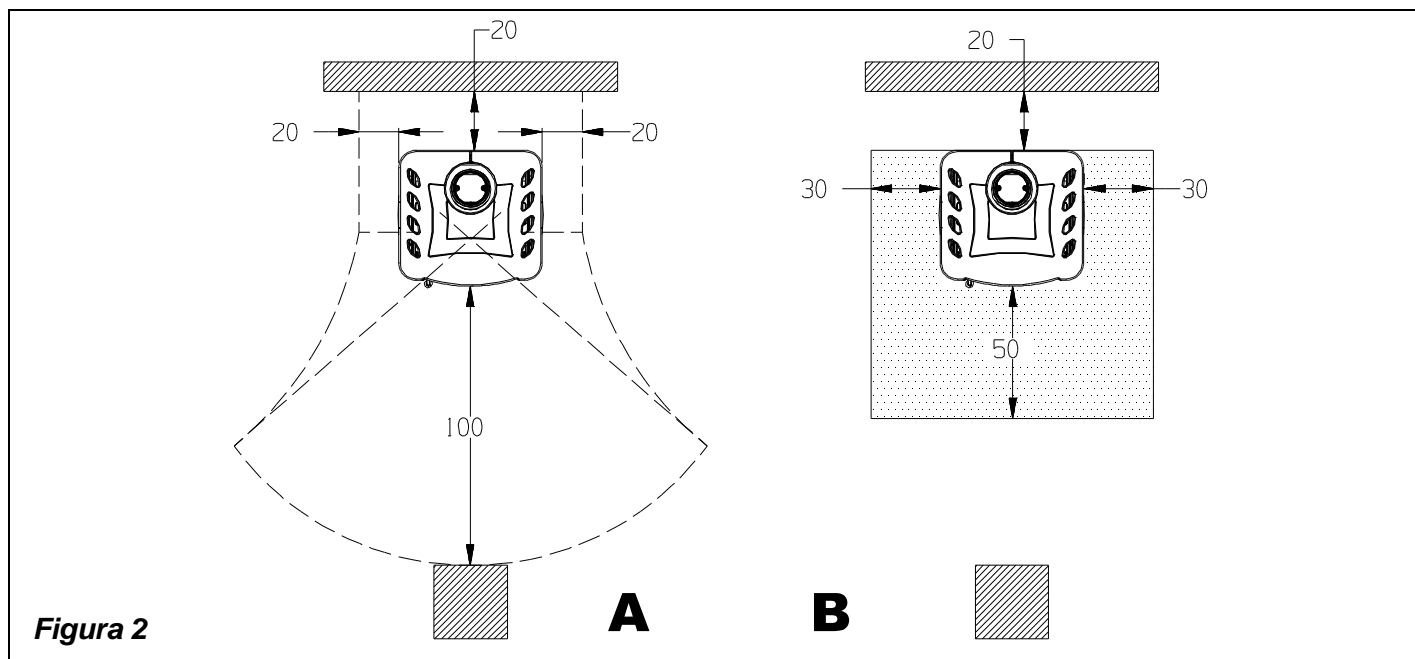

Figura 2
- a) la distanza minima da elementi costruttivi ed oggetti infiammabili e sensibili al calore (mobili, rivestimenti di legno, stoffe ecc.) deve essere di **20 cm** dal retro e da entrambi i lati; al fine di assicurare un sufficiente isolamento termico (vedi Figura 2 **A**).
- c) qualora la stufa venga installata su un pavimento di materiale infiammabile, bisogna prevedere un sottofondo ignifugo, per esempio una pedana d'acciaio (dimensioni secondo l'ordinamento regionale). Il sottofondo deve sporgere dall'apparecchio lateralmente di **30cm** e frontalmente di almeno **50 cm** oltre all'apertura della porta di carico (vedi Figura 2 **B**).